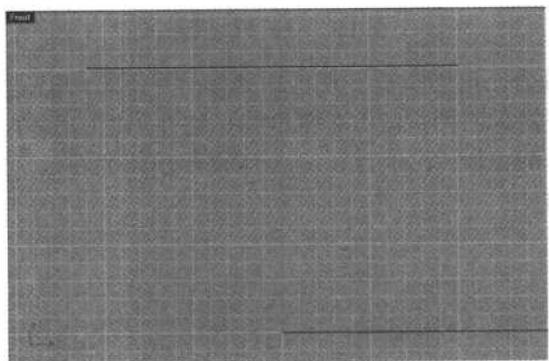

图 1.3 建立直线
- (2) 在 Front 视图左上角的“Front”字样上双击，把 Front 视图最大化（再次双击可以使之恢复），开始画线。选择 Control Point Curve（控制点曲线）工具，单击鼠标左键增加一个控制点，连续增加 3 个控制点，得到一条有 3 个控制点的直线，如图 1.3 所示，最后单击鼠标右键完成操作。